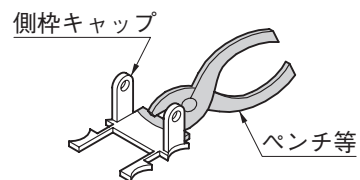

図3-6 丸柱の場合
- 丸柱の場合は、ペンチ等でスリットの部分から切り取ってください。(図3-6参照)